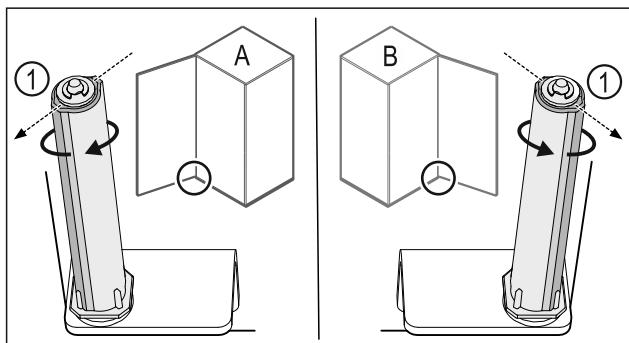

Fig. 44 Okretanje nalijevo (A) / okretanje nadesno (B)
- Okrećite sustav zatvaranja do kraja dok lamela sustava zatvaranja Fig. 44 (1) ne bude usmjerenja prema van.